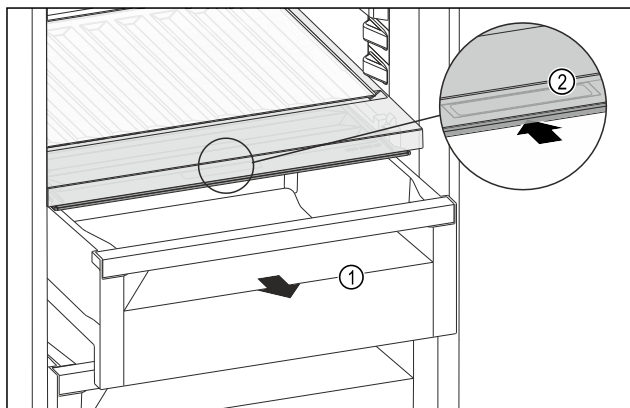

Fig. 164
- ▶ Húzza ki a fiókot Fig. 164 (1).
- ▶ Fogja meg a süllyesztett fogantyút Fig. 164 (2) a rekeszfedél, és ezzel egy időben tolja hátra a rekeszfedelet.